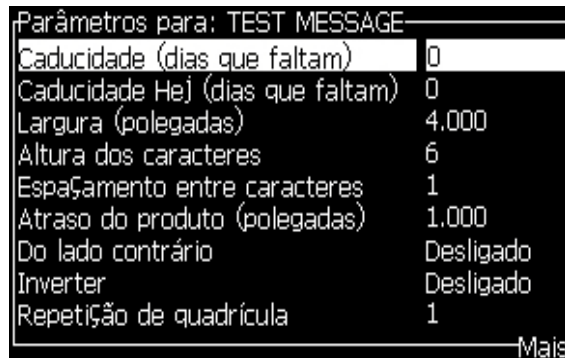

Figura 5-11: Caixa de diálogo Parâmetros da mensagem
- 2 Selecione a caixa de diálogo *Parâmetros predefinidos* (Figura 5-11 na página 5-27) para editar os valores.